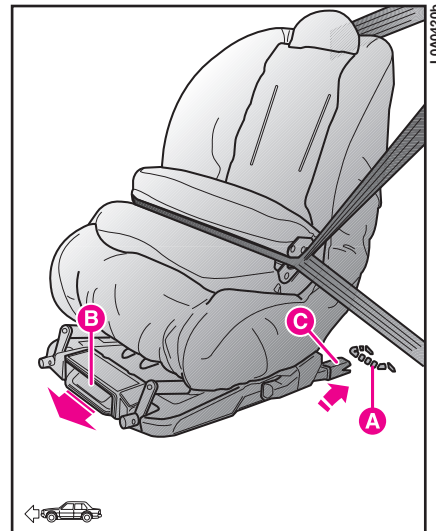

fig. 85
- assicurarsi che la leva di sgancio **B** (fig. 85) sia in posizione di riposo (rientrata);
- identificare le staffe di predisposizione **A** (fig. 85) e successivamente posizionare il seggiolino con i dispositivi di aggancio **C** (fig. 85) allineati alle staffe;
In questo caso il bambino è trattenuto anche dalle cinture vettura (fig. 85).